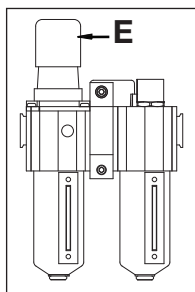

Figure 6
La vis d'ajustement (E) est complètement réglée dans le sens des aiguilles d'une montre à l'usine, de façon à ce qu'aucune huile ne puisse lubrifier le système. Afin d'effectuer le premier réglage, ouvrir le débit d'air vers le système. Tourner la vis pour régler le débit d'écoulement d'huile. Tourner la vis dans le sens contraire aux aiguilles d'une montre pour augmenter le débit d'écoulement. (voir la figure 6) En premier, régler le débit d'écoulement à une ou deux gouttes par minute puis ajuster lorsque le système a atteint une température normale de fonctionnement.
Tirer la poignée vers le haut pour déverrouiller. La poignée d'ajustement doit être tournée dans le sens des aiguilles d'une montre pour augmenter ou dans le sens contraire aux aiguilles d'une montre pour réduire la pression de refoulement. Afin de réduire la pression, d'abord réduire à une pression plus basse que celle souhaitée, puis augmenter à la pression de refoulement voulue. (Voir la figure 6)